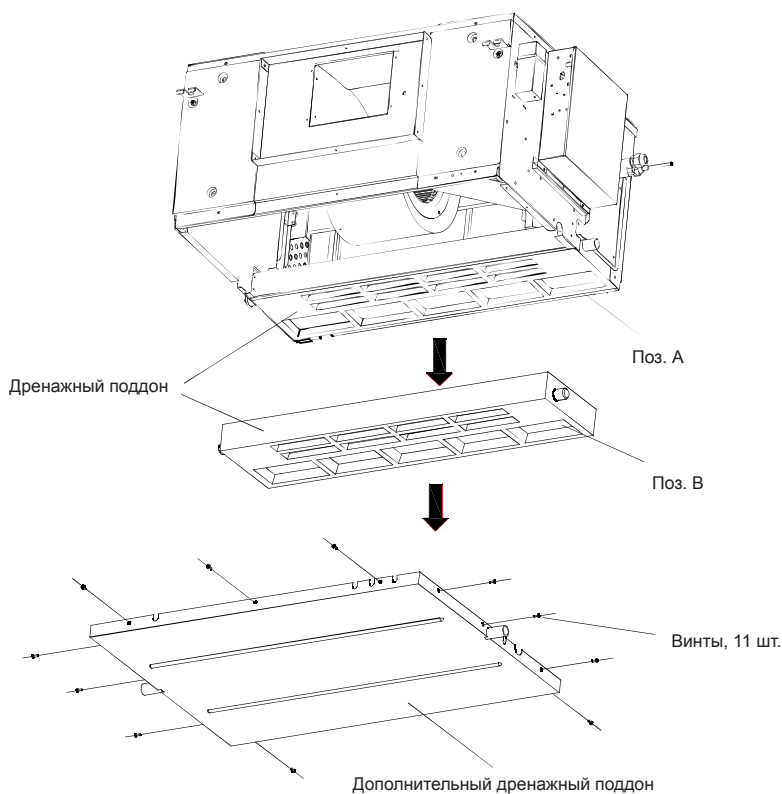
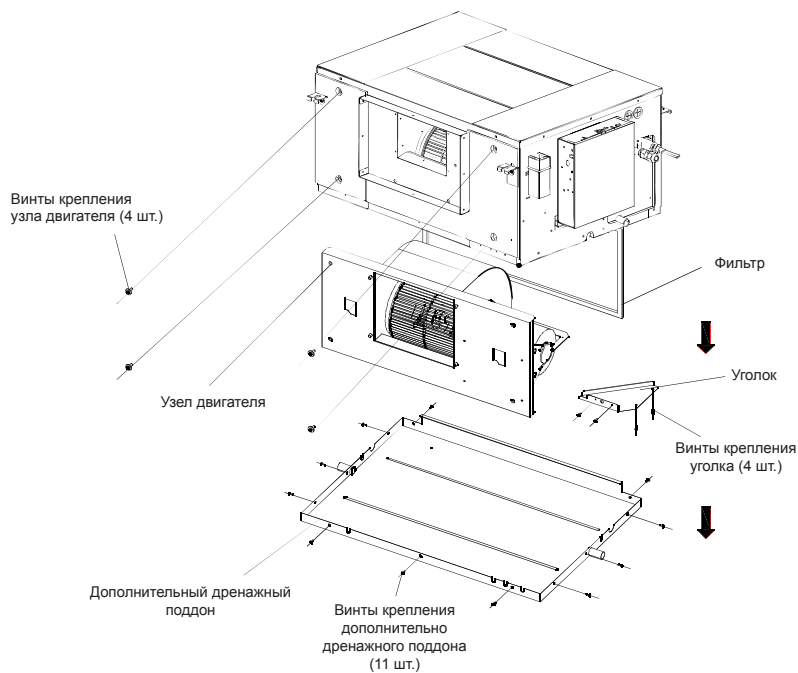

Рис. 4-12
Рис. 4-13
3. Дополнительный дренажный поддон выдвигается в направлении стрелки, указанной на рис. 4-12.
1. Для демонтажа дополнительного дренажного поддона необходимо выкрутить 11 винтов, которыми он крепится к внутреннему блоку (см. рис. 4-13).
2. Выкрутить 4 винта крепления фиксирующего уголка и снять уголок (см. рис. 4-13).
3. Выкрутить 4 винта крепления узла вентилятора (см. рис. 4-13); снять узел вентилятора, как показано на рис. 4-12.
1. Для демонтажа дополнительного дренажного поддона необходимо выкрутить 12 винтов, которыми он крепится к внутреннему блоку (см. рис. 4-13).